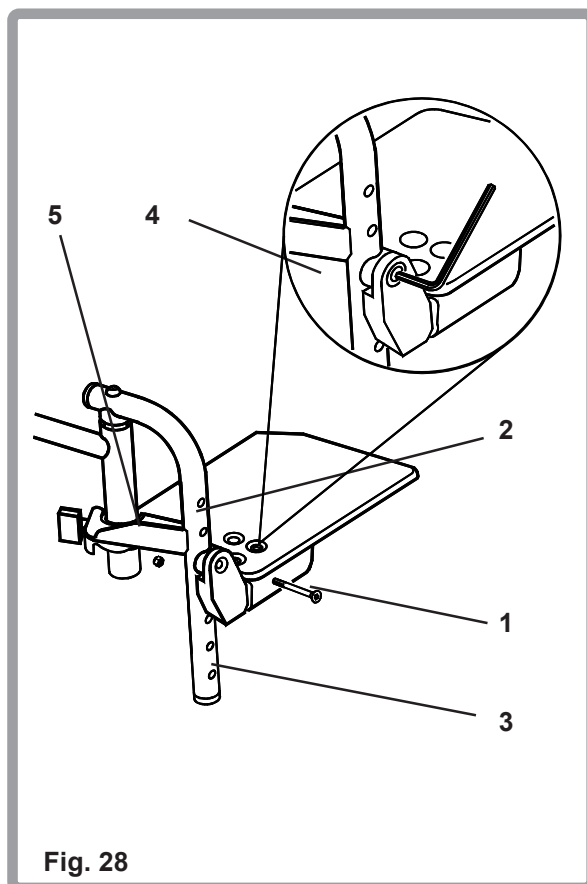

Fig. 28
Para ajustar la altura de este tipo de plataforma del posapiés (Fig. 28), desatornille y extraiga el tornillo de sujeción (1) mediante una llave Allen de 4mm, extraiga también la tuerca A/F de 8mm (5) y la arandela de ajuste (4) como muestra la figura y mueva la plataforma hasta la altura deseada, alineando el orificio ubicado en el pivote con el orificio adecuado (2) ubicado en el tubo de la plataforma del posapiés (3). Vuelva a colocar el tornillo de sujeción, la arandela de ajuste (4) y la tuerca (5) y apriete a una torsión de 8-10Nm.